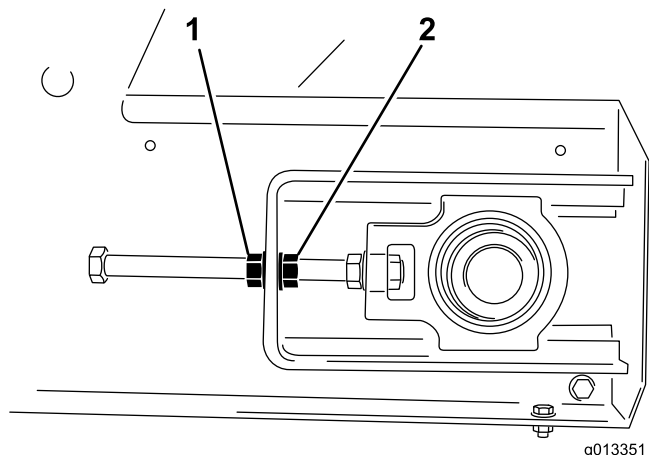

Figura 55
- Con due chiavi mantenete ferma l'estremità dell'asta di tensione, poi allentate il dado di bloccaggio, ovvero il dado più vicino all'estremità dell'asta (Figura 55).
- Sul lato verso cui è spostato il nastro, mantenete ferma l'estremità dell'asta di tensione, poi allentate il dado di bloccaggio e serrate il dado di regolazione spostandolo di due facce (Figura 55).